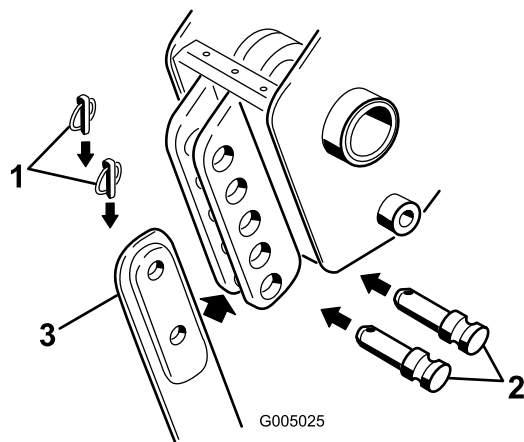

Рисунок 5
Примечание: Чтобы полностью снять отвал, снимите верхний и нижний штифты с защелками и отверстиями; см. Рисунок 5.
- Надвиньте новый отвал на кронштейн отвала и закрепите его на требуемой высоте (при смене монтажных отверстий глубина изменяется на 7,6 см), используя ранее снятые штифты с отверстиями и штифты с защелками (Рисунок 5).
- Снимите 2 штифта с защелками из штифтов с отверстиями в кронштейне отвала, затем снимите штифты с отверстиями (Рисунок 5) и имеющийся отвал (если он установлен).